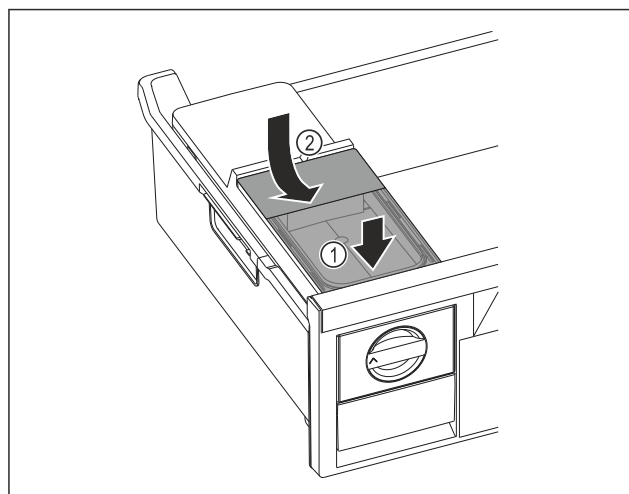

Fig. 104
- Nasad'te vpředu nádržku na vodu. Fig. 104 (1)
- Spusťte nádržku na vodu vzadu dolů. Fig. 104 (2)